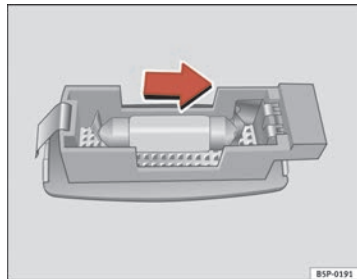

Fig. 181 Desmontagem da luz da pala do sol
- Retirar a luz com cuidado, utilizando a parte plana da chave de parafusos, tal como indica a figura ⇒ fig. 181.
- Retirar a lâmpada, movendo-a no sentido da seta e para fora ⇒ fig. 181.